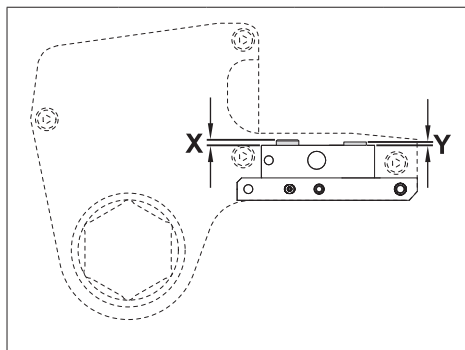

Рис. 21
- Проверьте высоту выступания крепежного пальца привода К10 и срезного штифта К11. Размеры X и Y приведены на рис. 21.